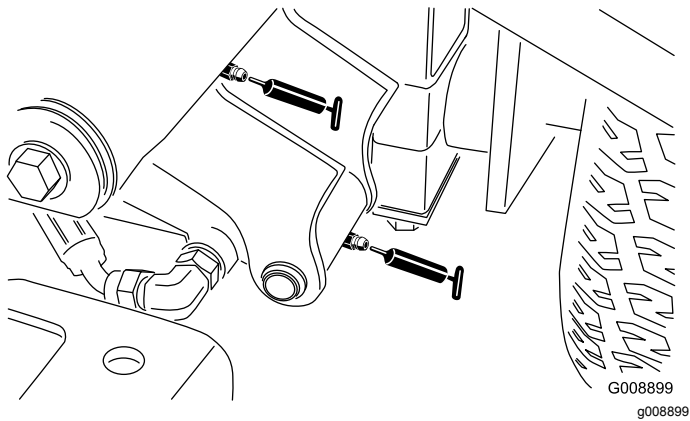

Figure 54
- Pivot de bras de levage avant gauche et vérin de levage (2) (Figure 54)